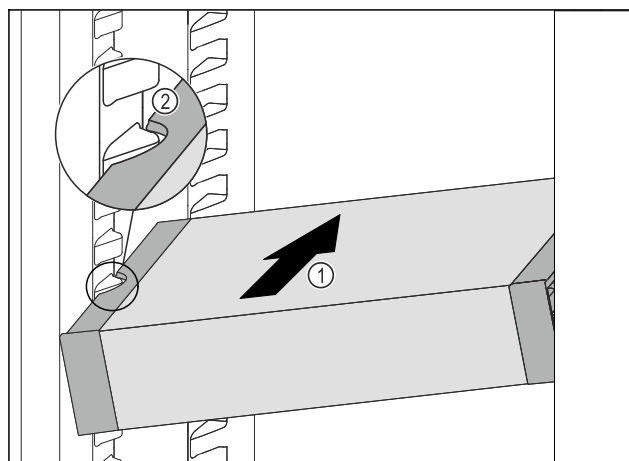

Fig. 161
- ▶ Zasuňte VarioSafe do chladničky pod úhlem tak Fig. 161 (1), aby vybrání na bocích Fig. 161 (2) VarioSafe byla na úrovni žebrování na nádoby v chladničce.